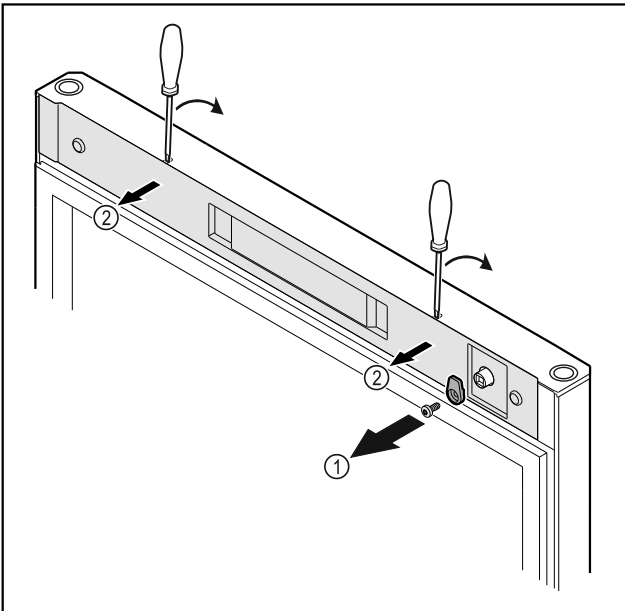

Fig. 20
- ▶ Открутите запорный крючок Fig. 20 (1).
- ▶ С помощью небольшой отвертки освободите крышку Fig. 20 (2) от фиксации и снимите ее.